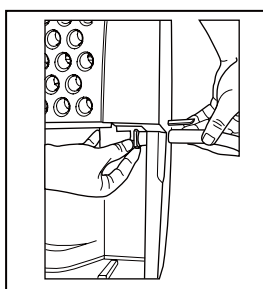

fig. 3
- e. Vissez le tuyau de jardin sur la partie fileté du plateau sous l'ouverture du seau. (fig.3)